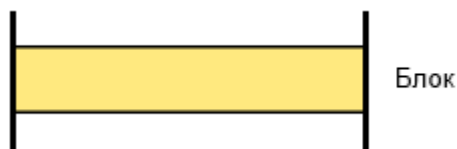

Рисунок 13.33 – Заявка на блок, отсутствуют заявки на составляющие
- 1) Подана заявка на блок, отсутствуют заявки на составляющие блока, сроки ремонта которых пересекаются со сроком ремонта блока (Рисунок 13.33), при этом: